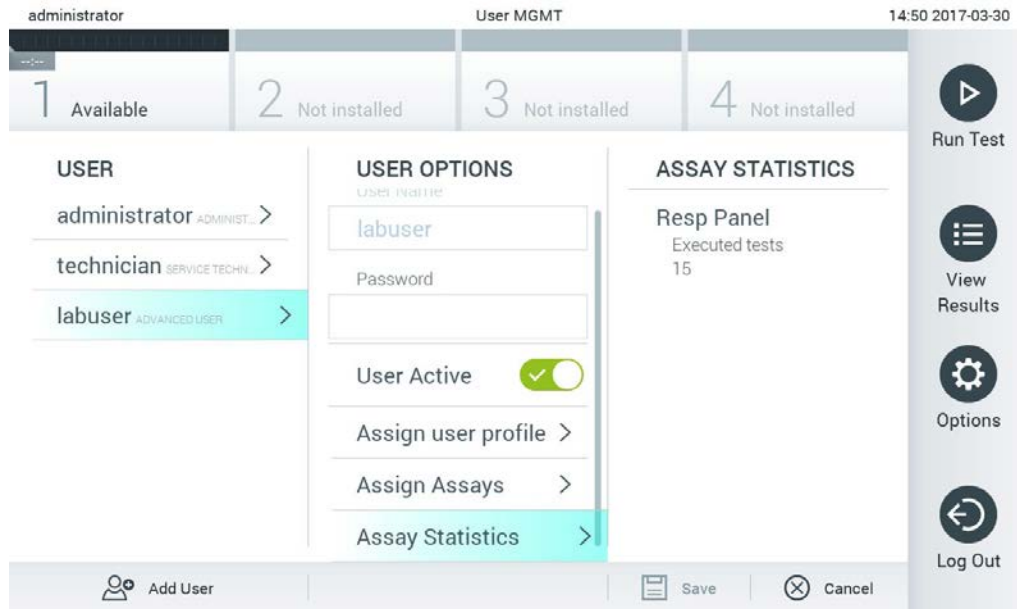

Abbildung 56: Anzeige von Assay-Statistiken
- Assay Statistics (Assay-Statistik): Zeigt an, wie oft ein Assay vom ausgewählten Benutzer ausgeführt wurde (Abbildung 56, nächste Seite).